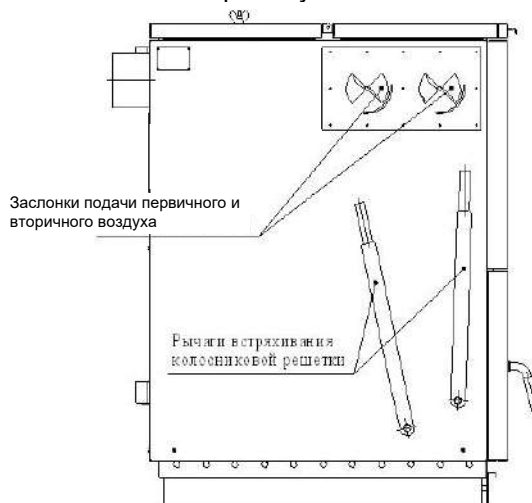

Рис. 20 Заслонки первичного и вторичного воздуха 60-100 кВт
- Для котлов типа 12-45 кВт первичный и вторичный воздух подаются через регулирующую воздушную заслонку дверцы зольной камеры. Для котла типа 60-100 кВт – через заслонки, расположенные на боковых стенках котла (см. Рисунок 20);
- Установить рычаг встряхивания колосниковой решетки в рабочее положение (См. рис. 20,22)